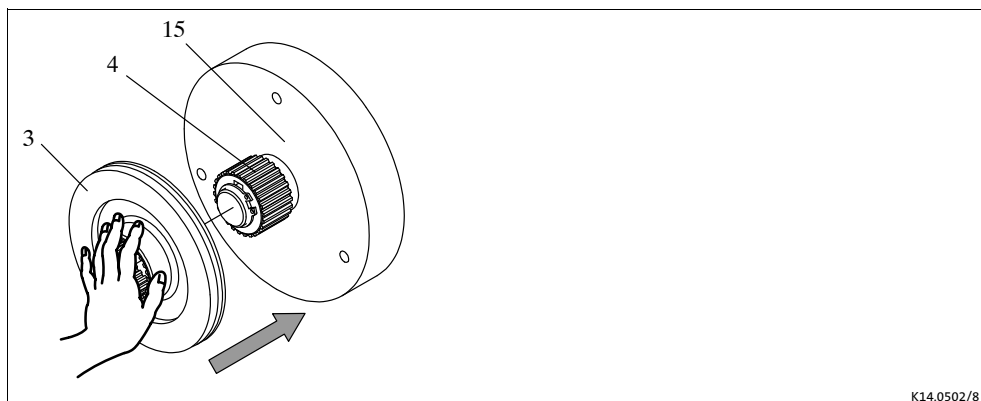

Fig. 3 Montage du rotor
1. Insérer le rotor complet (3) sur le moyeu (4) et vérifier qu'il peut être déplacé à la main (Fig. 3).